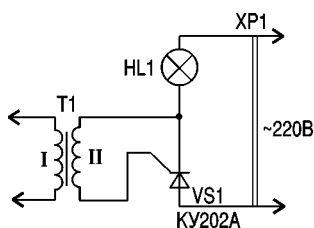

рис. 1
1. Проста "мигалка", яка блимає в такт музичному супроводу, незалежно від його частотного складу (рис.1). Трансформатор Т1 узгоджує імпеданси виходу підсилювача та входу тиристора.